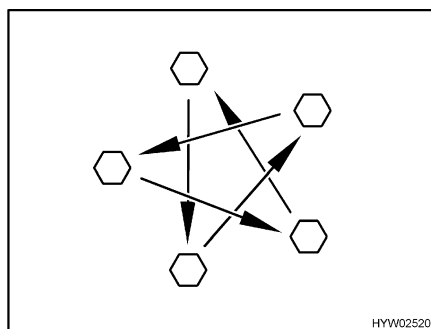

Bild 186 Dra åt hjulmuttrarna eller hjulbultarna korsvis
- Kontrollera regelbundet att hjulmuttrarna eller hjulbultarna är ordentligt åtdragna. Om du har bytt däck ska hjulmuttrarna eller hjulbultarna dras åt på nytt korsvis (Bild 186) efter 5 mils körning.